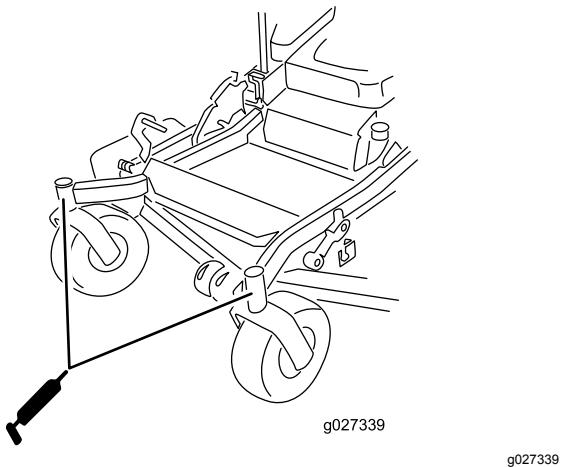

Figure 52
11. Remettez le bouchon hexagonal et le capuchon antipoussière en place (Figure 52).
12. Graissez les roulements des roues pivotantes (Figure 52).